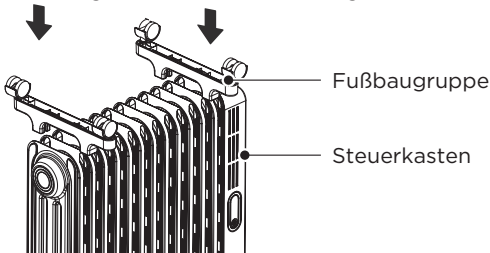
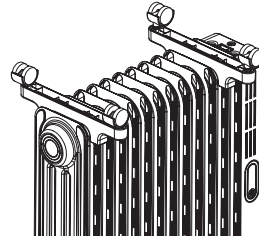

Abbildung 2
Abbildung 3
- 2 Drehen Sie, wie in Abbildung 2 und Abbildung 3 dargestellt, zunächst den Heizkörper mit der Unterseite nach oben. Nach der Installation des Rades, richten Sie die Montagenut der Fußbaugruppe auf die zweite Wärmesenke aus und klemmen Sie diese daran fest. Die Montagenut eines weiteren Satzes der Fußbaugruppe wird an der vorletzten Wärmesenke ausgerichtet und daran festgeklemt.